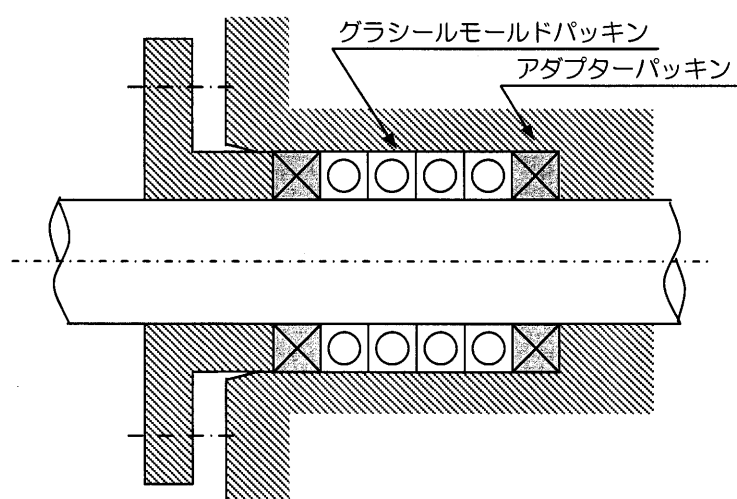

図1. 組合せ例
- グラシールモールドパッキン（TOMBO NO.2200、2205-Pなど）とアダプターパッキン（TOMBO NO.2250-Aなど）は、組合せて使用して下さい。組合せは、下図1のようにグラシールモールドパッキンを真ん中、アダプターパッキンを上下として下さい。